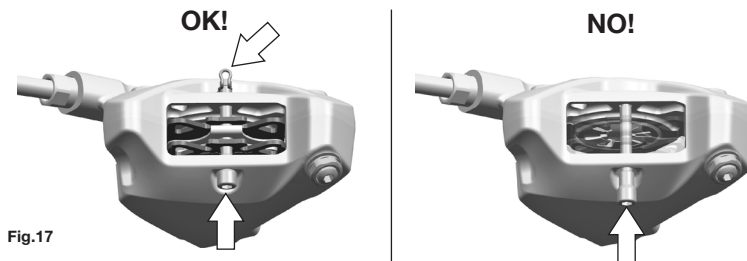

Fig.17
- vite che tiene in posizione le pastiglie non correttamente posizionata e/o la coppiglia alla sua estremità non presente (Fig.17)